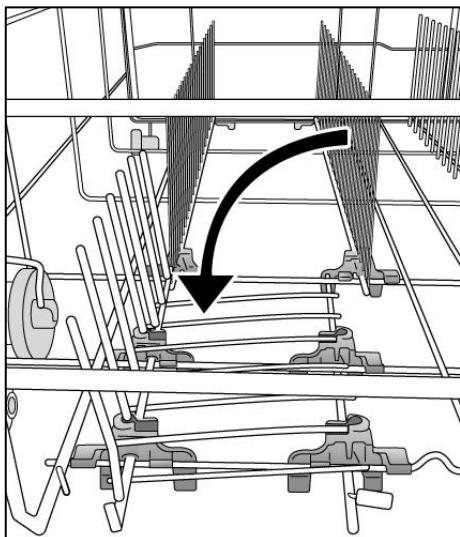

Abb. 6
- Das Schlauchende in dem festen Ablauf befestigen. Der Schlauch darf nicht geknickt werden, damit der Wasserablauf nicht verhindert wird (Abb. 6).
- Es wird empfohlen, einen Siphon zu verwenden (Abb. 6 X). Falls erforderlich kann der Ablaufschlauch bis zu 2,5 m verlängert werden, wobei die Höhe vom Boden mindestens 85 cm betragen muß. Der entsprechende Verlängerungsschlauch ist als Originalzubehör über den Kundendienst erhältlich.
- Das gebogene Schlauchende kann auch am Spülbeckenrand eingehängt werden. Achten Sie darauf, dass der Schlauch nicht im Wasser getaut wird, um einen Rücklauf des Wassers beim Spülen zu verhindern (Abb. 6 Y).
- Soll das Gerät untergebaut werden, muss der Krümmer des Ablaufschlauches direkt unter der Arbeitsplatte an der höchstmöglichen Stelle angebracht werden (Abb. 6 Z).
Senken Sie die vorderen klappbaren Gestelle wie in Abb. 6 gezeigt, um den Besteckkorb richtig zu positionieren und so die maximale Stabilität sicherzustellen.